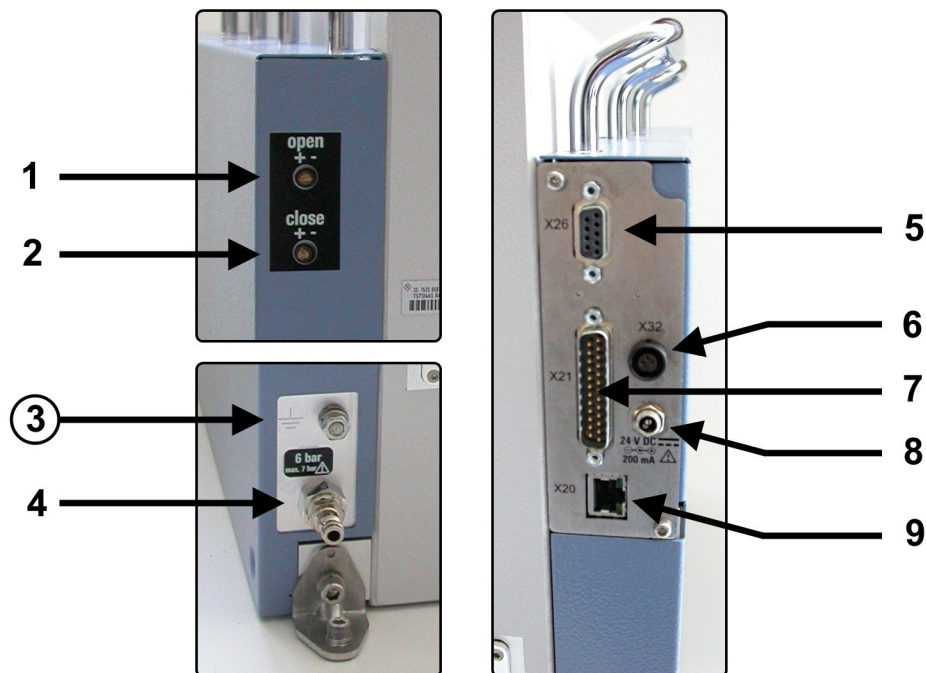

Figura 6-9: Vistas detalladas de los paneles de conectores de control y alimentación a la derecha e izquierda en la parte trasera de la R&S TS7124AS
El enchufe de acoplamiento rápido KS3-1/8-A (marcado con el número 4 en la figura 6-9) se suministra junto a un adaptador push-pull adicional para mangueras de 6 mm de diámetro para aire comprimido.
2. Para el control remoto a través de un **puerto serial**, conecte un cable RS-232 desde su sistema de control al conector D-Sub 9 (véase [X26] en la figura 6-9). Para ver los ajustes de puerto, consulte el "Protocolo de comandos" en la página 52.
3. Para el control remoto vía **Ethernet**, conecte un cable LAN desde su sistema de control al conector RJ45 (véase [X20] en la figura 6-9). Puede utilizar un cable LAN de cualquier longitud. Para ver la configuración Ethernet, consulte el "Configurar la red LAN" en la página 40.